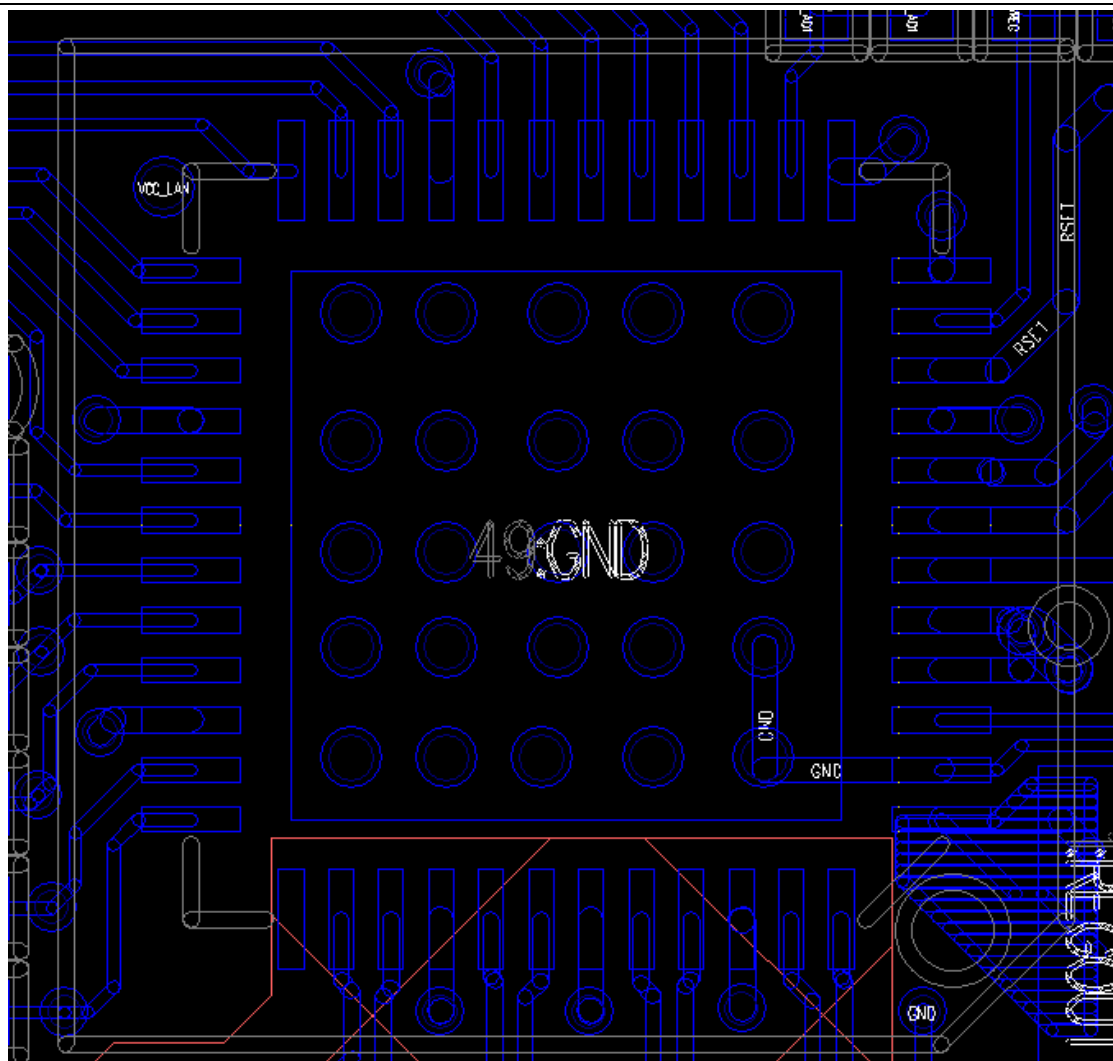

图21-10
- PHY的ePAD至少保证有9个以上地过孔，如图21-10所示。